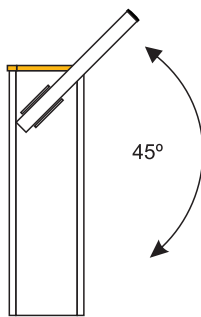
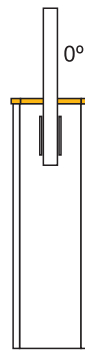

Figura 04
Figura 05
**ATENÇÃO:** Após a regulagem da tensão da mola, o ideal é que a barreira (braço) suba lentamente para a posição (aberto) conforme (Figura 05) ou mantenha na posição conforme a (Figura 04).